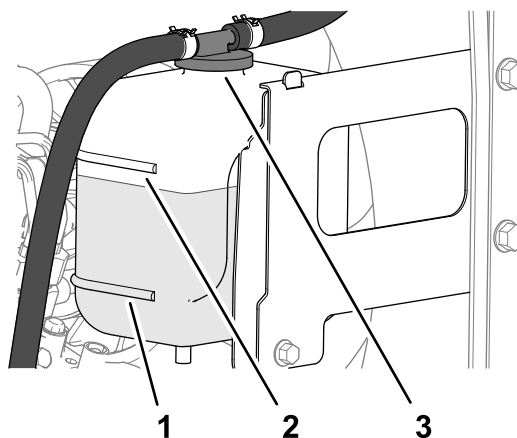

Figura 99
3. Compruebe el nivel de refrigerante en el depósito de expansión (Figura 99).